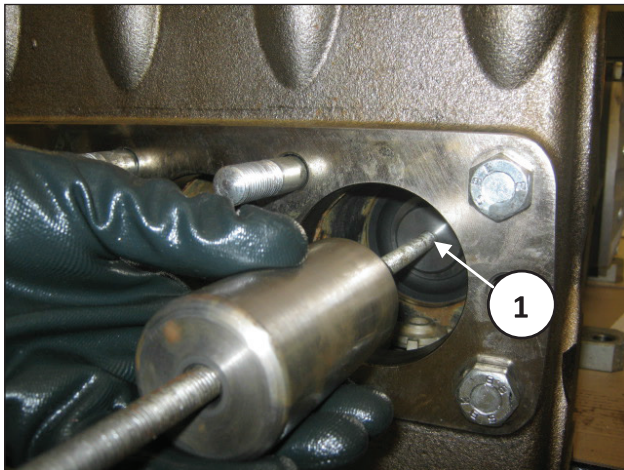

Fig. 131
Em caso de necessidade, é possível usar o furo M10 para extrair o casquilho de fix. Estando usando um martelo (pos. ①, Fig. 131).